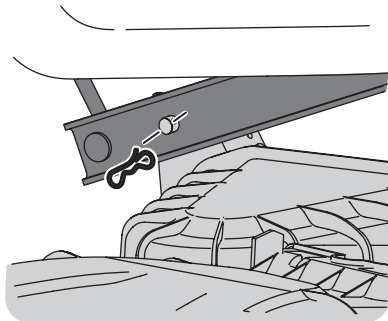

Figure 42
11. Placez-vous sur le côté gauche du plateau de coupe pour trouver la goupille située à l'arrière gauche. Voir Figure 42.
12. Retirez la goupille et faites sortir la goupille du bras de relevage. Voir Figure 42.